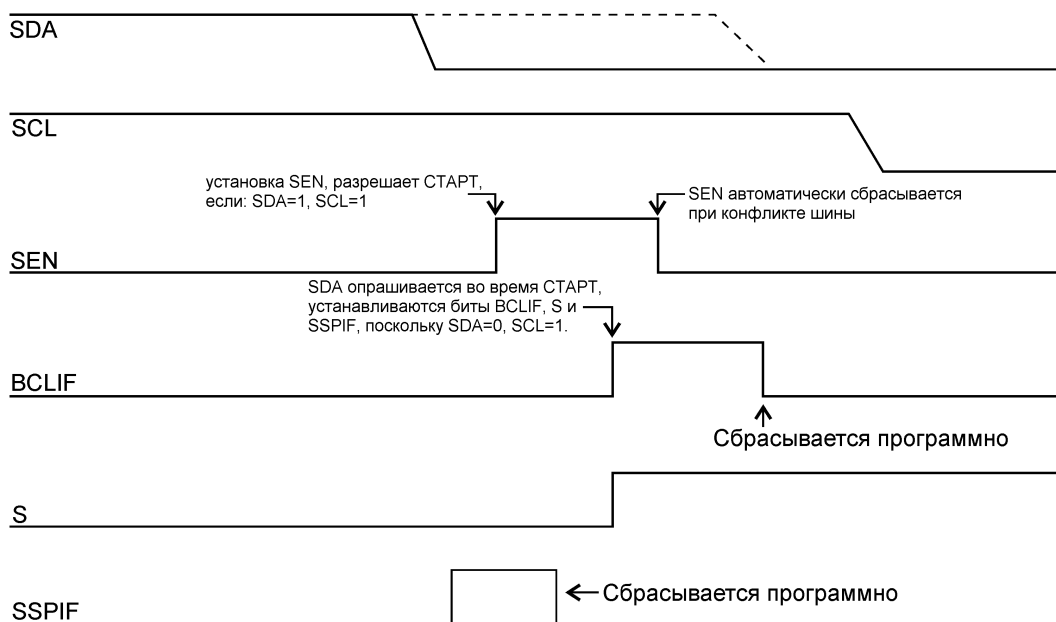

Рисунок 76 – Конфликт шины во время формирования состояния «СТАРТ» (SCL=1)
1. на SDA или SCL низкий уровень сигнала в начале формирования состояния «СТАРТ» (см. Рисунок 76);